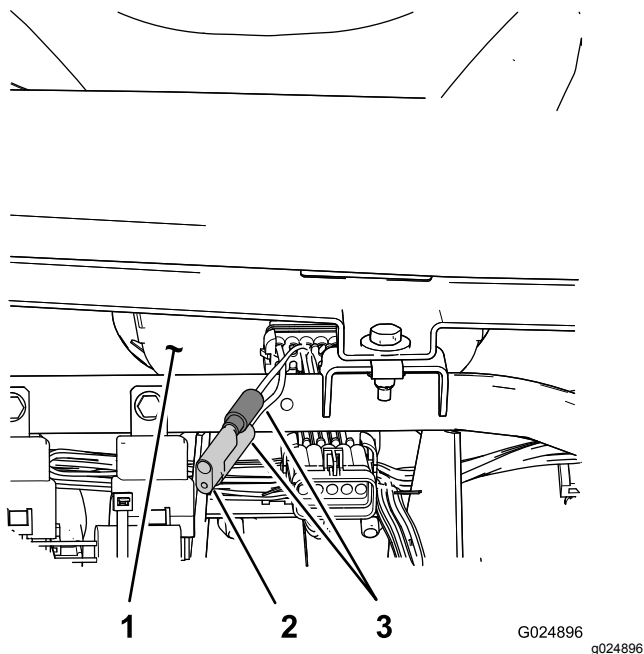

Figura 81
3. Localize os dois fios soltos próximos do velocímetro (Figura 81).
4. Remova o conector da cablagem e ligue os fios em conjunto (Figura 81).